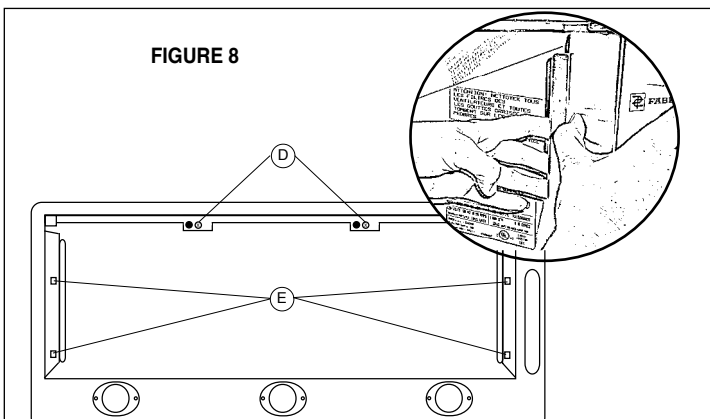

FIGURE 8
4. Retirer les deux vis (**D in FIGURE 8**). Retirer le bas de la hotte en plaçant votre pouce dans les trous (**E in FIGURE 8**) et tirer le bas de la hotte.